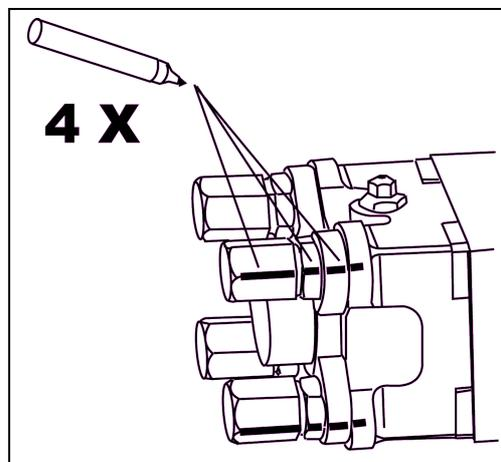

Fig.18
15. Coloque marcas em cada porca de topo, anilha e porca. Veja Fig. 18.